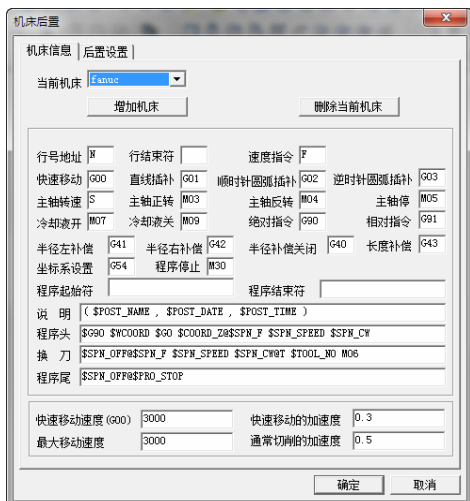

图 8-27 “机床后置”对话框
1) 选择“加工”→“后置处理”→“机床后置”命令,弹出“机床后置”对话框,在“当前机床”栏中选择“fanuc”,如图 8-27 所示。